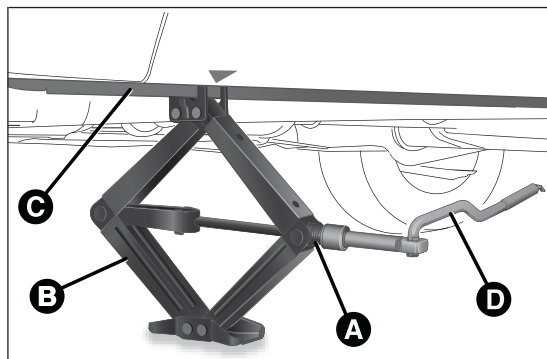

fig. 147
- ❑ inserire la manovella D fig. 147 nella sede sul dispositivo A, azionare il cric e sollevare la vettura, sino a quando la ruota si alza da terra di alcuni centimetri;